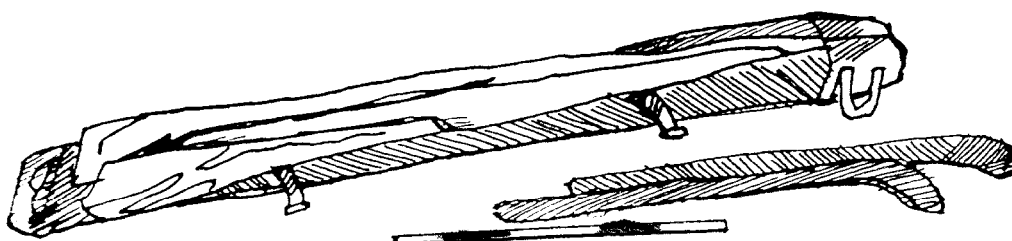

Рис.9
2.2.4. Поверните пакет так, чтобы низ крыла (со стойками трапеции) лежал на поверхности, а мачта была сверху. Снимите полностью чехол с пакета (Рис.9).